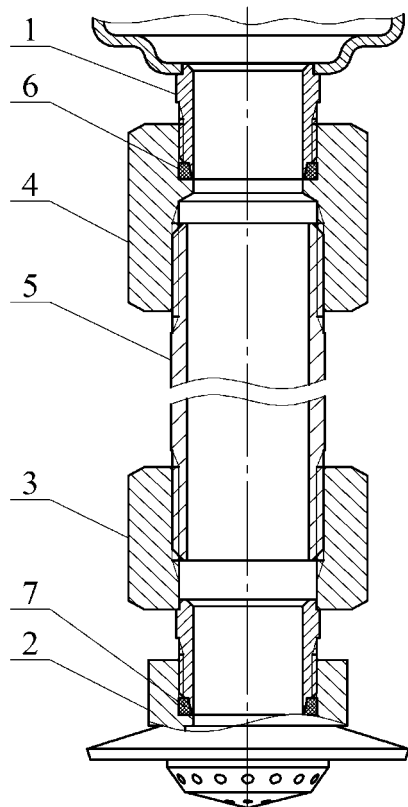

Рисунок 3
- ж) по заявке Потребителя (см. рисунок 3):
4.1.3 Для вывода насадка-распылителя в свободную зону через подвесной потолок типа Грильято, Армстронг и т.п. или его перемещения в рабочую зону эффективного пожаротушения при монтаже МУПТВ на потолочном перекрытии высотой более 6 м модуль может быть дополнительно укомплектован удлинителем, соединяющим выпускную горловину МУПТВ **1** с насадком-распылителем **2** (см. рисунок 3).
6.7 При монтаже насадка-распылителя через удлинитель (см. рисунок 3) провести следующие работы. Собрать удлинитель согласно рисунку 3. Перед сборкой на наружные резьбы трубы **5** нанести герметик, например, ТЕКАСИЛ NEUTRAL PROFİ, после чего накрутить до упора переходники **3**, **4**. В резьбовые участки отверстий насадка-распылителя **2** и переходника **4** установить резиновые кольца **6**, **7**. На наружную резьбу переходника **3** накрутить до упора насадок-распылитель **2**. Соединить удлинитель через резьбовое соединение с выпускной горловиной МУПТВ **1**. При монтаже необходимо обеспечить перпендикулярное направление оси удлинителя относительно горизонтальной плоскости.